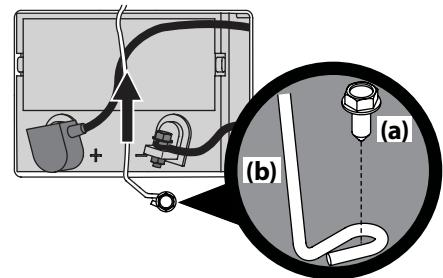

Figura 4-10
- Extraiga el tornillo de cabeza hexagonal con arandela (a) que sujetla el soporte de sujeción de la batería al marco (b). Luego levante el soporte de sujeción (b) de la batería para liberar la batería. Consulte la Figura 4-10.